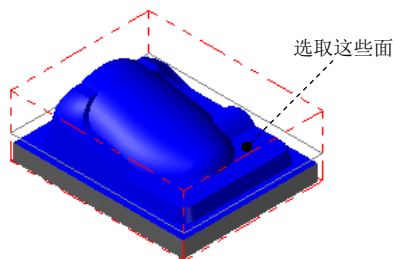

图 17.40 选取加工面
Step1. 选择加工方法。选择下拉菜单 **刀具路径 (T)** → **曲面精加工 (F)** → **精加工交线清角 (E)...** 命令。
Step2. 设置加工区域。在图形区中选取图 17.40 所示的面 (共 45 个), 单击 Enter 键, 系统弹出“刀具路径的曲面选取”对话框。单击 按钮, 完成加工区域的设置, 同时系统弹出“曲面精加工交线清角”对话框。